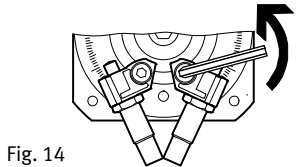

Fig. 14
4. Desserrer les vis de serrage des supports d'amortisseurs (Fig. 14). Pour déplacer les supports d'amortisseurs, il suffit de desserrer les vis de serrage de manière à ce qu'elles permettent juste le déplacement.